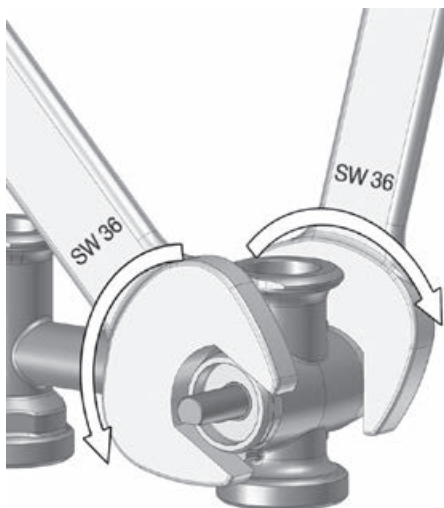
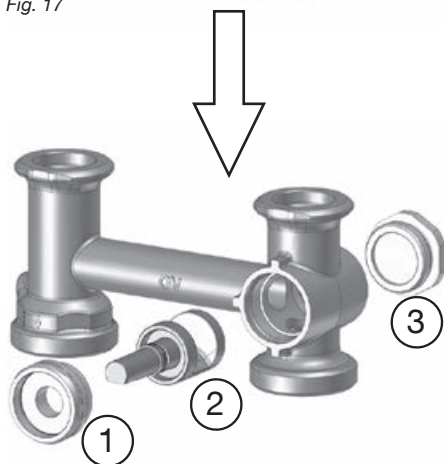

Fig. 17
Fig. 18
1. Svitare la boccola (1) e il tappo in ottone (3) con l'aiuto di due chiavi (dimensione 36mm) e rimuoverli dal corpo valvola (fig. 17). La boccola (1), il mandrino della valvola miscelatrice (2) e il tappo in ottone (3) ora sono stati rimossi (fig. 18)